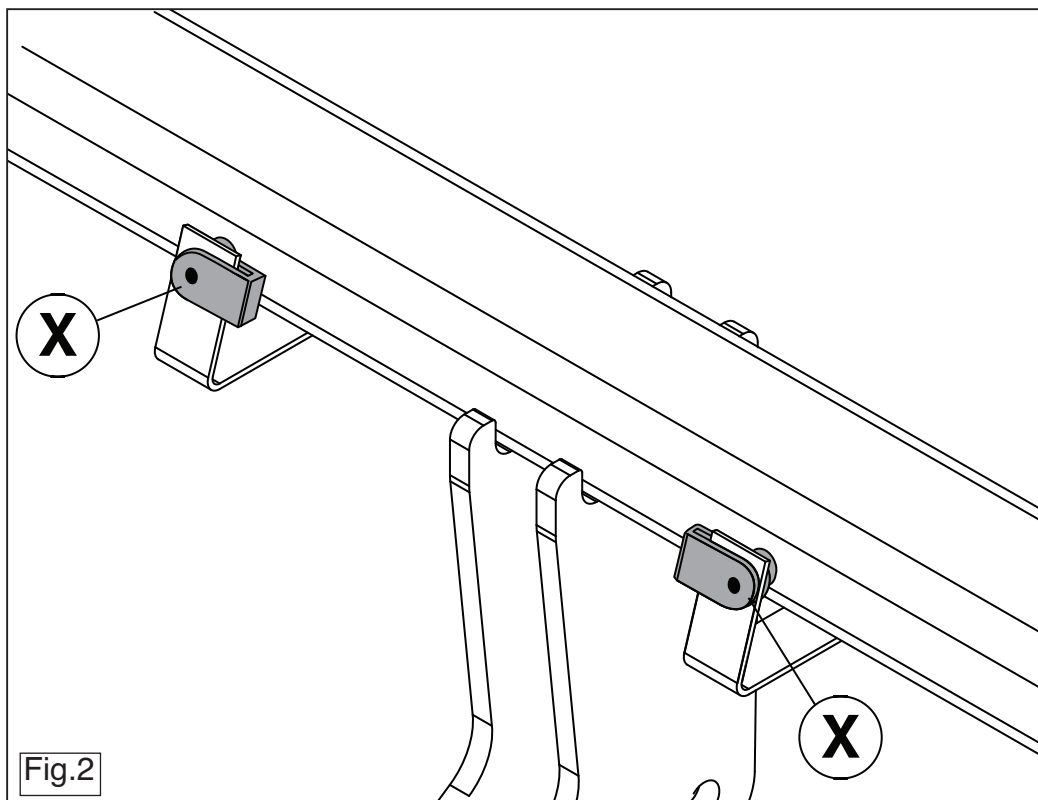

Fig.2
2. Attach part X to the tow bar. (See figure 2).
6. **Corsa (D);2006-2014 + Corsa (D)Ecoflex;2010-2014** : On the underside of the middle of the bumper, saw out a portion measuring 66 mm wide and 95 mm deep.
**Corsa (E);2015**: On the underside of the middle of the bumper, saw out a portion measuring 70 mm wide and 110 mm deep.
2. Teil X an die Anhängervorrichtung montieren. (Siehe Abbildung 2).
6. **Corsa (D);2006-2014 + Corsa (D)Ecoflex;2010-2014:** Auf der Unterseite der Stoßstange in der Mitte einen 66 mm breiten und 95 mm tiefen Teil heraus schneiden.
7. **Corsa (E);2015:** Auf der Unterseite der Stoßstange in der Mitte einen 70 mm breiten und 110 mm tiefen Teil heraus schneiden.
2. Monter la partie X sur l'attelage. (Voir la figure 2).
6. **Corsa (D);2006-2014 + Corsa (D)Ecoflex;2010-2014:** Scier au milieu de la face inférieure du pare-chocs un morceau de 66 mm de large et 95 mm de profondeur.
7. **Corsa (E);2015:** Scier au milieu de la face inférieure du pare-chocs un morceau de 70 mm de large et 110 mm de profondeur.
2. Monter del X på anhængertrækket. (Se fig. 2).
6. **Corsa (D);2006-2014 + Corsa (D)Ecoflex;2010-2014:** Sav midt på kofangerens underside en del på 66 mm bredde og 95 mm dybde ud.
**Corsa (E);2015:** Sav midt på kofangerens underside en del på 70 mm bredde og 110 mm dybde ud.